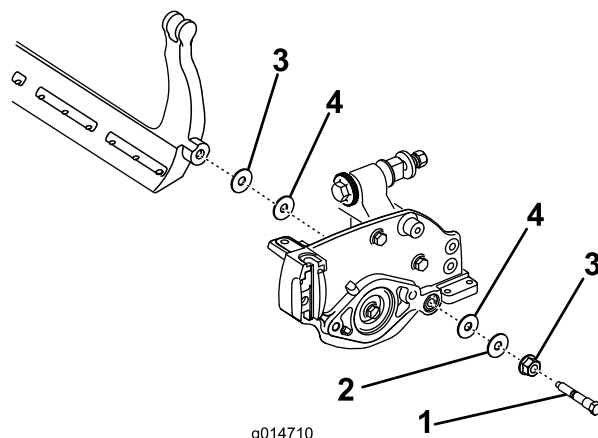

Figura 19
4. Remova cada uma das cavilhas da barra de apoio, de modo a permitir puxá-la e retirá-la da máquina. Guarde as duas anilhas de nylon e as duas anilhas de aço prensado de cada uma das extremidades da barra de apoio (Figura 19).